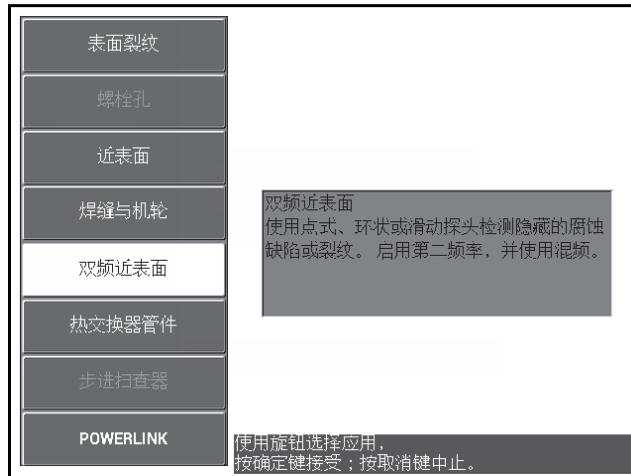

图 5-115 双频近表面应用
2. 按一下高级设置菜单键（），然后选择**应用选择**（功能键 A），打开应用选择菜单。使用旋钮选择**双频近表面**，然后按确定键（）接受（参见第 195 页的图 5-115）。